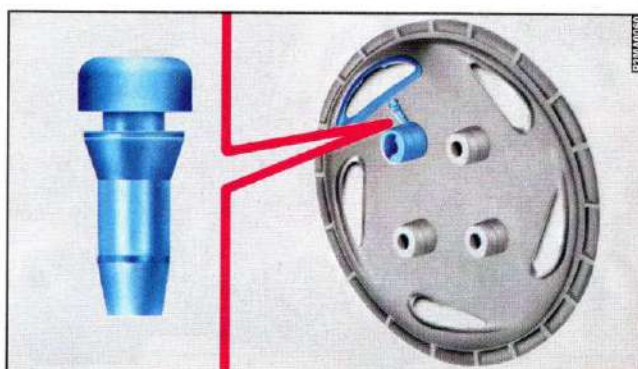

fig. 7
3) Montare la coppa ruota, facendo coincidere il simbolo  fig. 7 con la valvola di gonfiaggio.